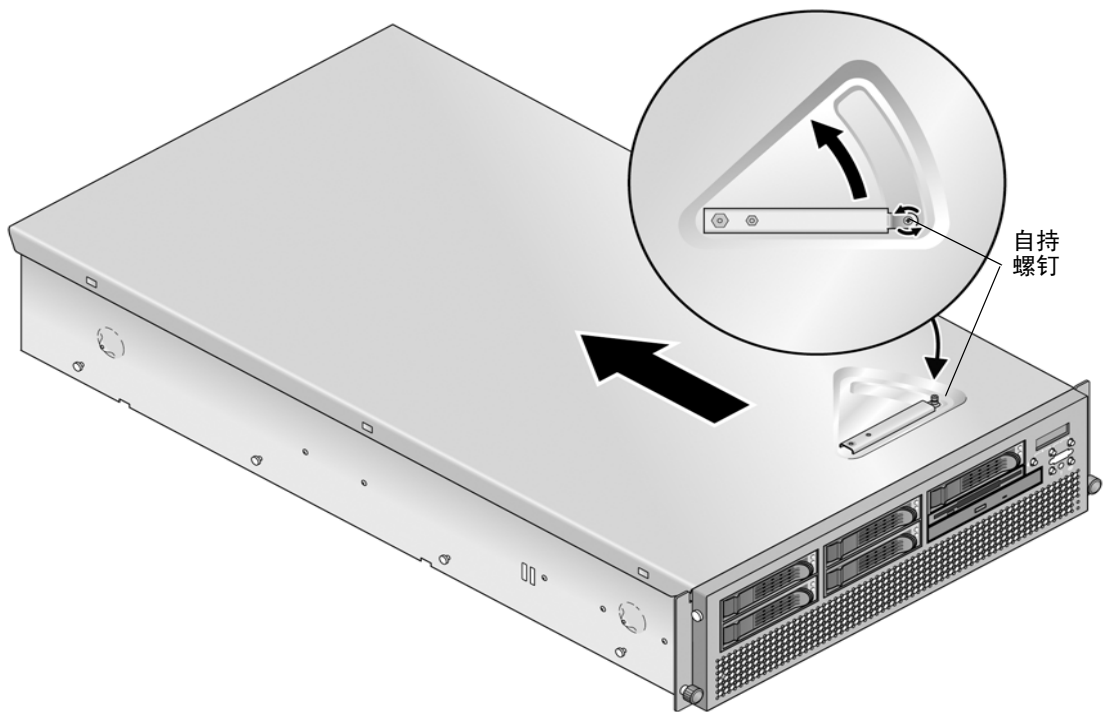

图 4-1 拆除 Sun Fire V40z 服务器的机盖
7. 拧松机盖锁存器上的自持螺钉，然后朝系统后部旋转锁存器，向后推开机盖（请参见图 4-1）。